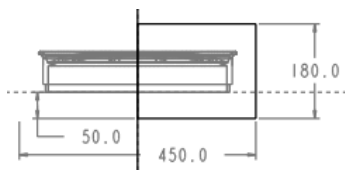
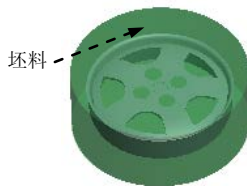

图 30.5 截面草图
图 30.6 坯料
Step4. 创建坯料特征。单击 **模具** 功能选项卡 **形状** 区域中的  **旋转** 按钮，此时系统弹出“旋转”操控板；在绘图区中右击，选择快捷菜单中的  **定义内部草绘...** 命令，此时系统弹出“草绘”对话框，然后选择 MOLD_FRONT 基准平面作为草绘平面。草绘平面的参考平面为 MOLD_RIGHT 基准平面，方位为 **右**。单击  **草绘** 按钮，系统进入截面草绘环境。进入截面草绘环境后，选取 MOLD_RIGHTT 基准平面和 MAIN_PARTING_PLN 基准平面为草绘参考，然后绘制图 30.5 所示的截面草图。完成截面草图的绘制后，单击“草绘”操控板中的“确定”按钮 ，选取旋转角度类型 ，旋转角度为 360°，然后在“旋转”操控板中单击  按钮，完成坯料的创建，如图 30.6 所示。